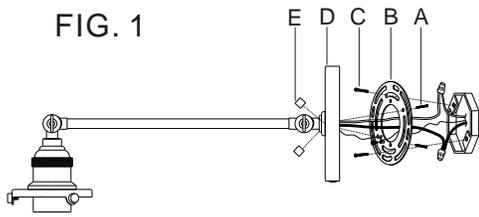
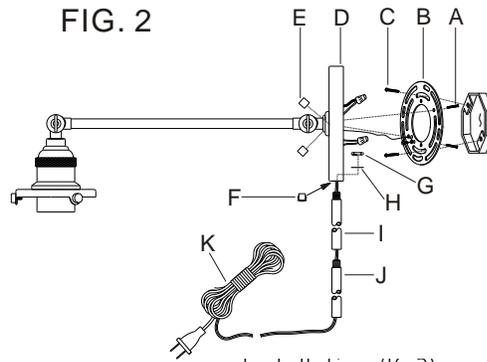

FIG. 1
FIG. 2
Installation (FIG.2)
If your installation illustration for FIG.2 Please disassembly plastic cap (F).
1. Place the plug wire (K) through the rod (J) and rod (I).
2. Insert the nipple of rod (I) into holes in front plate (D), then place the lock washer (H) over the nipple, then secure with the nut (G). Note: plug wire with UL knot to do strain relief inside of front plate (D)
Installation (FIG.1&FIG.2)
Instalación (FIG.2)
Si su ilustración de instalación para FIG.2 Por favor, desensamble la tapa de plástico (F).
1. Coloque el cable de conexión (K) a través de la varilla (J) y varilla (I).
2. Inserte la boquilla de la varilla (I) en los orificios de la placa frontal (D), luego coloque la arandela de seguridad (H) sobre la boquilla, luego asegure con la tuerca (G). Nota: enchufe el cable con el nudo UL para hacer el alivio de tensión dentro de la placa frontal (D).
Instalación (FIG.1&FIG.2)
Si votre illustration d'installation pour FIG.2 Veuillez démonter le capuchon en plastique (F).
1. Placez le fil de la fiche (K) dans la tige (J) et tige (I).
2. Insérez le mamelon de la tige (I) dans les trous de la plaque avant (D), puis placez la rondelle de blocage (H) sur le mamelon, puis fixez avec l'écrou (G). Remarque: branchez le fil avec un nœud UL pour faire passer la décharge de traction à l'intérieur de la plaque avant (D)
Installation (FIG. 1&FIG.2)